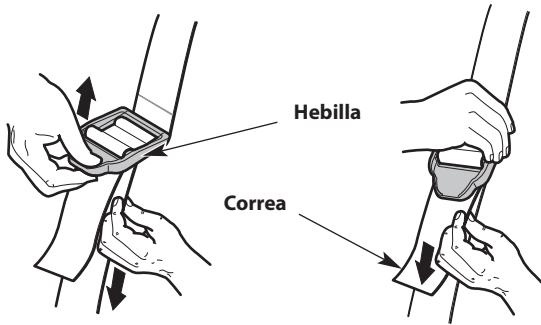

Fig. 11
4. Ajuste la correa de hombro para adecuarla al operador (Fig. 11). Tire de la hebilla hacia arriba para aflojar la correa. Tire de la correa hacia abajo para ajustarla.